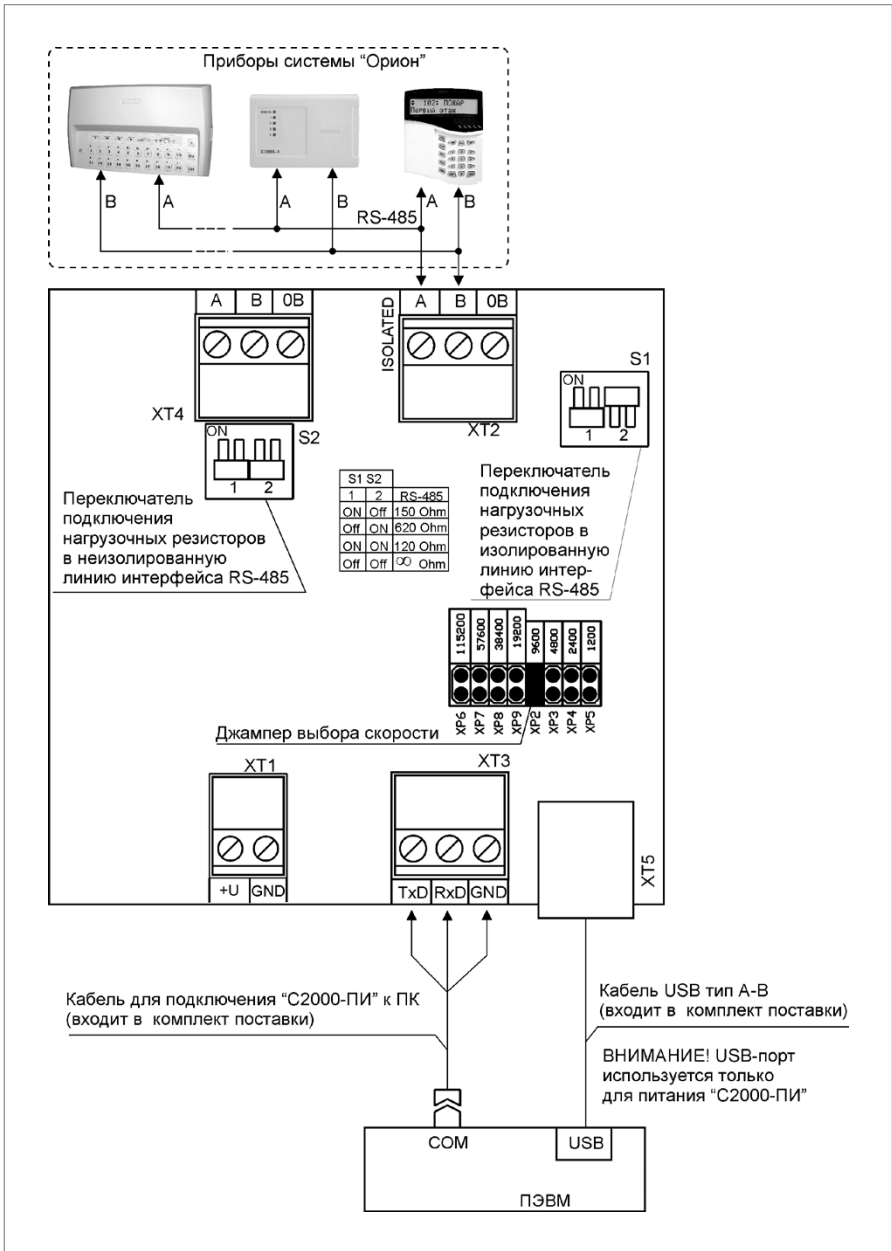

Рисунок 2. Схема внешних соединений «С2000-ПИ» в режиме преобразователя интерфейсов RS-232/RS-485
1.3. Подключите преобразователь в соответствии с проектной документацией и схемой на Рисунок 2.
- в режиме преобразователя интерфейсов RS-232/RS-485 (см. Рисунок 2.),